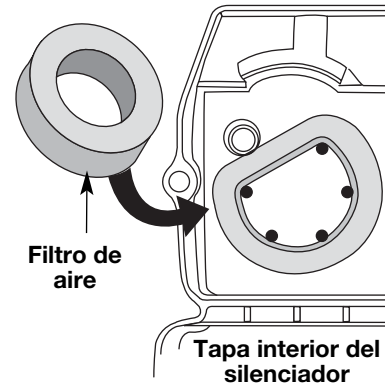

Fig. 24
6. Cambie el filtro de aire dentro de la tapa del filtro de aire / silenciador (Fig. 24).
2. Gire la tapa y ubique el filtro de aire adentro. Saque el filtro de aire de adentro de la tapa del filtro de aire / silenciador (Fig. 24).